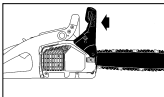

Fig. 7A
1. Die Kettenbremse ist ENTKUPPELT (Kette kann sich bewegen), wenn der BREMSHEBEL NACH HINTEN GEZÖGEN UND ARRETIERT IST (Abb. 7A).